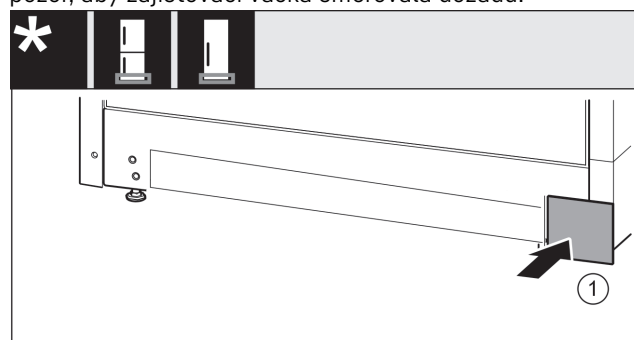

Fig. 19
- ▶ Kryt Fig. 19 (1) opět nasadte na druhé straně.